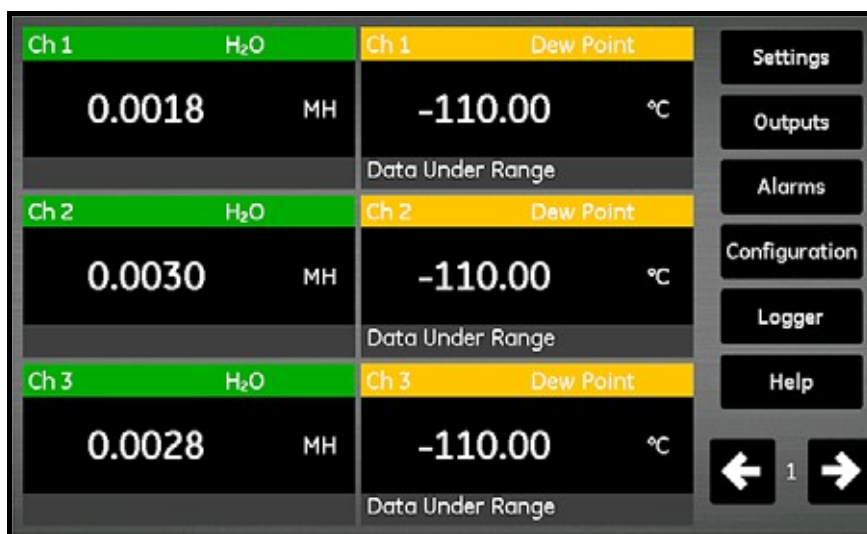

図86：メイン画面のSettingsボタン
4. メイン画面から Settings ボタンをタップします（下図 86 参照）。